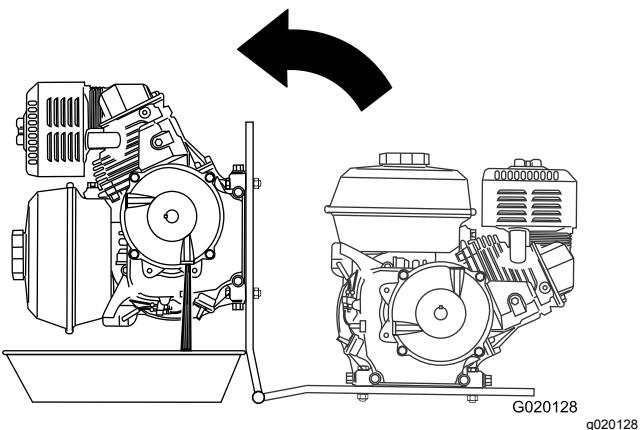

Figura 61
8. Coloque un recipiente junto a la bisagra de la chapa del motor (**Figura 61**).
9. Gire el motor sobre la bisagra de la chapa del motor, y vacíe el aceite de la caja reductora (Figura 61).